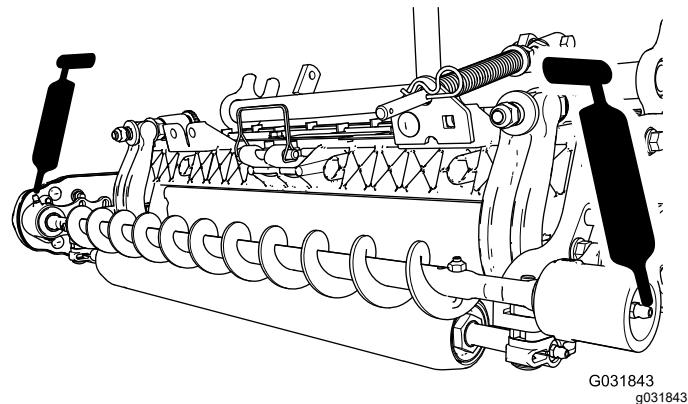

图 20
3. 用 2 号通用型锂基润滑脂润滑每个滚筒刷轴承座上的黄油嘴 图 20。擦掉多余的润滑脂尤其是防尘圈周围。